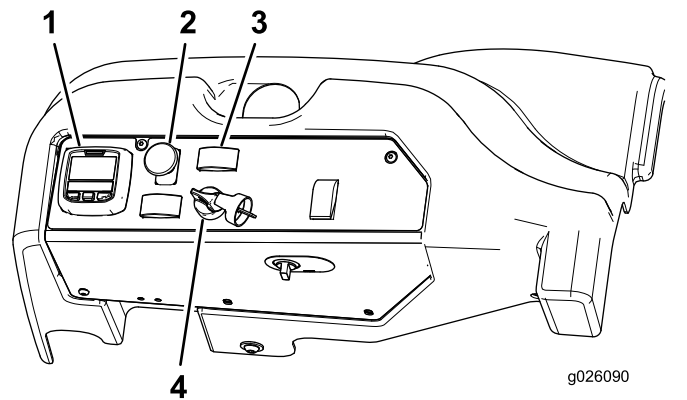

Figura 19
4. Mueva el interruptor de la toma de fuerza (TDF) a la posición de DESENGRANADO (Figura 19).